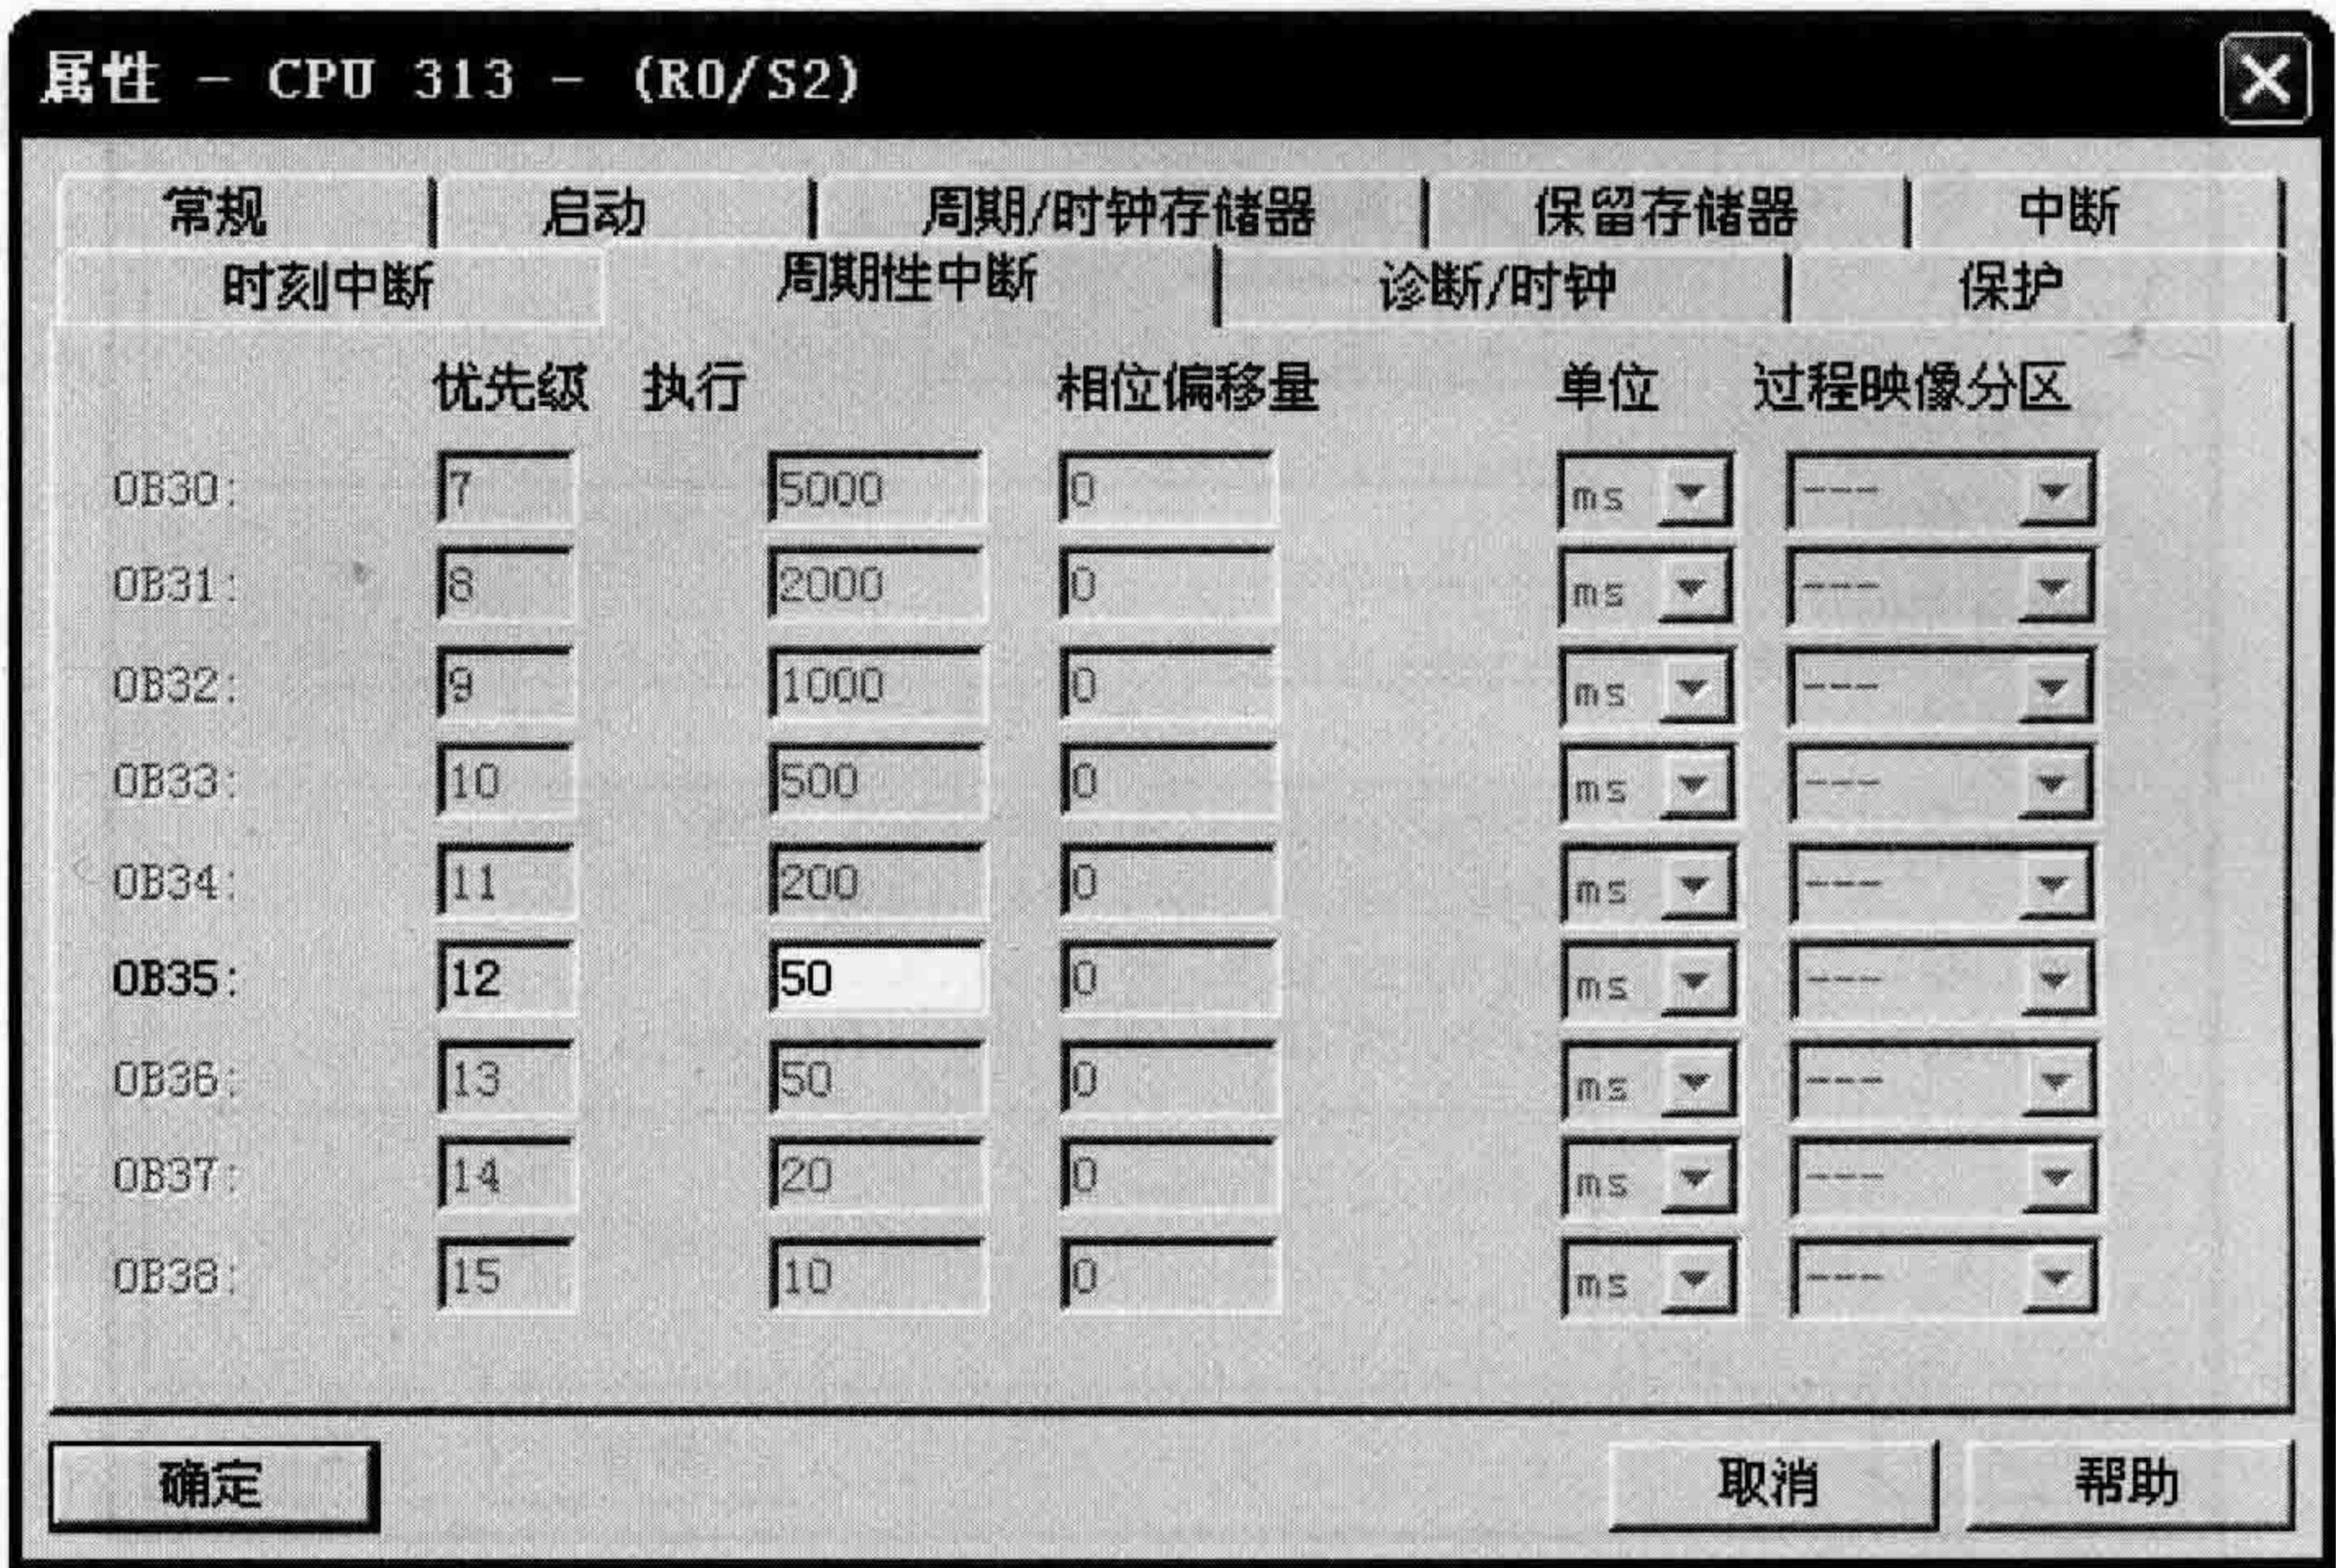

图 1-11 将循环中断 OB35 的执行时间设置为 50ms
(2) 设置 OB35 的执行时间。双击打开 SIMATIC 300 站, 再双击【Hardware】, 添加 CPU 313 后, 双击 CPU 打开【属性】对话框, 激活【周期性中断】选项卡, 将【OB35】的循环时间修改为“50ms”, 并单击【确定】按钮确认, 如图 1-11 所示。